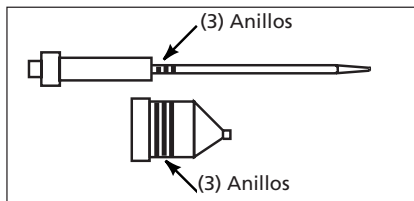

Figura 3 - Juego de aguja y boquilla para todo tipo de materiales
3. La aguja y la boquilla para todo tipo de materiales tienen 3 ranuras tal como se muestra en la Figura 3 a continuación.